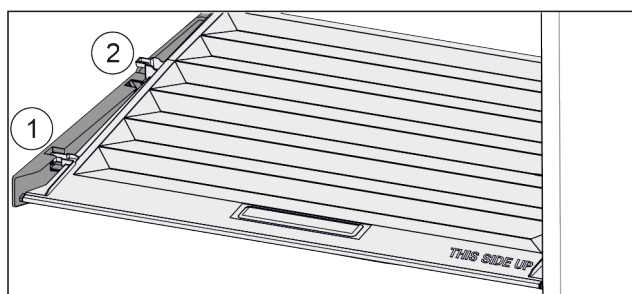

Fig. 111
- ▶ Deslice la tapa hacia delante hasta la abertura de las piezas de sujeción *Fig. 111 (1)*.
- ▶ Levántela por detrás desde abajo y retírela tirando hacia arriba *Fig. 111 (2)*.